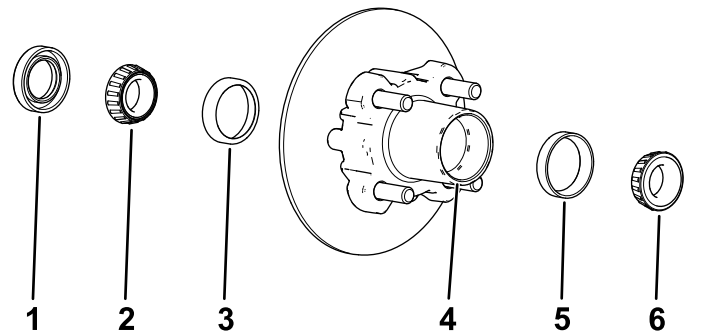

Figura 36
1. Retire el cojinete exterior y el anillo de rodadura del cubo (Figura 36).
2. Retire la junta y el cojinete interior del cubo (Figura 36).
5. Limpie el hueco del cubo para eliminar cualquier resto de grasa, suciedad y residuos (Figura 36).
7. Llène el hueco del cubo hasta un 50-80% de su capacidad con grasa del tipo especificado (Figura 36).
8. Monte el cojinete interior sobre el anillo en el lado interior del cubo e instale la junta (Figura 36).